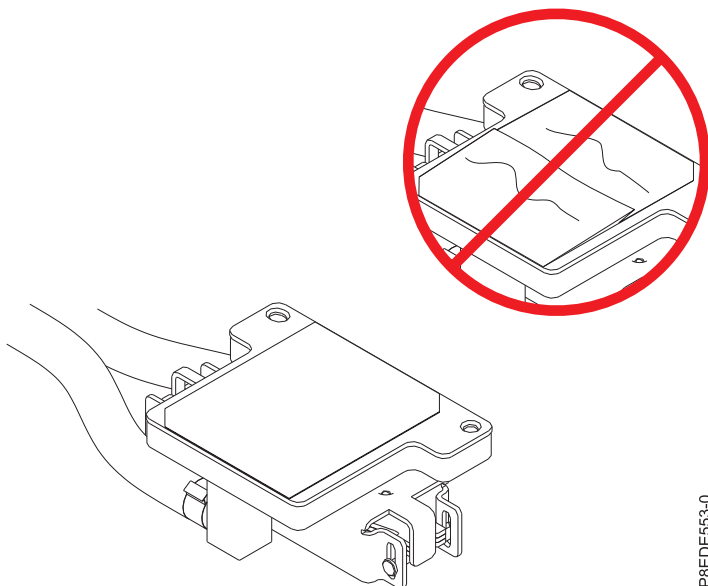

Figura 39. Inspeccionando o material da interface térmica (TIM)
5. Inspeção o material da interface térmica (TIM) no lado da parte inferior da placa fria. Consulte o Figura 39 na página 39. Use os critérios a seguir ao inspecionar o TIM: